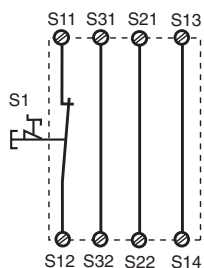
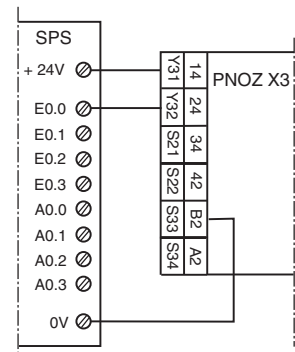

Fig. 2: Eingangskreis einkanalig, automat. Start/Single-channel input circuit, automatic reset/Commande par 1 canal, validation automatique
Fig. 10: Anschlussbeispiel für Halbleiterausgang/Connection of semiconductor output/Câblage de la sortie statique
In Fig. 2 ... Fig. 10 sind Anschlussbeispiele für Not-Halt-Beschaltung mit automatischem und überwachtem Start, Schutztüransteuerungen sowie Kontaktvervielfachung durch externe Schütze dargestellt. Bitte beachten Sie:
- Fig. 2 und 7: Das Gerät startet bei Spannungsausfall und -wiederkehr automatisch. Verhindern Sie einen unerwarteten Wiederanlauf durch externe Schaltungsmaßnahmen.
- Fig. 2 und 7: **keine** Verbindung S33-S34
In Fig. 2 ... Fig. 10 are connection examples for Emergency Stop wiring with automatic and monitored reset. Safety gate controls as well as contact expansion via external contactors.
- Fig. 2 and 7: the device starts automatically after loss of power. You should prevent an unintended start-up by using external circuitry measures.
- Fig. 2 and 7: S33-S34 **not** connected
Les figures 2 à 10 représentent les différents câblages possibles du PNOZ X3 à savoir : poussoir AU avec réarmement automatique ou auto-côntrolé, interrupteurs de position et augmentation du nombre des contacts de sécurité par contacteurs externes.
- Fig. 2 et 7: l'appareil se réarme automatiquement après une coupure et une remise sous tension. Evitez tout risque de redémarrage par un câblage externe approprié.
- Fig. 2 et 7: **pas** de câblage sur S33-S34